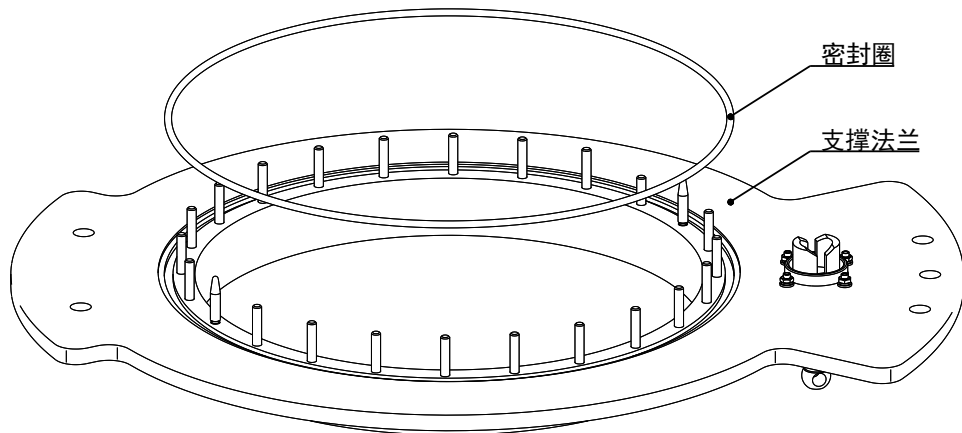

图 5-12 支撑法兰密封圈
- ✓ 擦净开关油室支撑法兰内侧的密封面，放置密封圈。（见图 5-12）